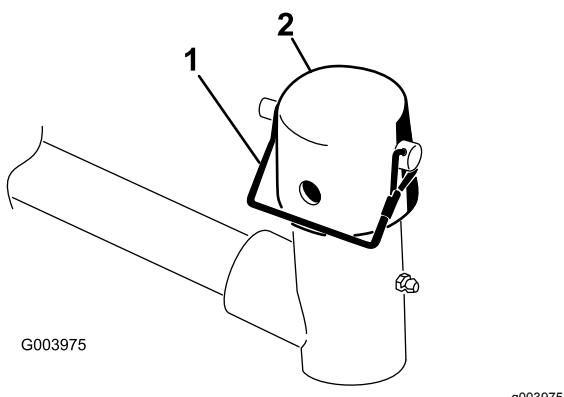

Figura 10
7. Retire el pasador de seguridad y el tapón de la horquilla de pivot del brazo de elevación (Figura 10).
11. Sujete el tapón y el eje del bastidor de tiro a la horquilla del brazo de elevación con el pasador de alambre (Figura 10).